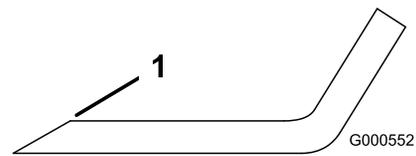

Bild 63
- Schärfen Sie die Schnittkante an beiden Enden des Schnittmessers mit einer Feile (Bild 63).
Hinweis: Feilen Sie, wenn das Schnittmesser nicht ausgewuchtet ist, vom Flügelbereich des Messers etwas Metall ab (Bild 63).